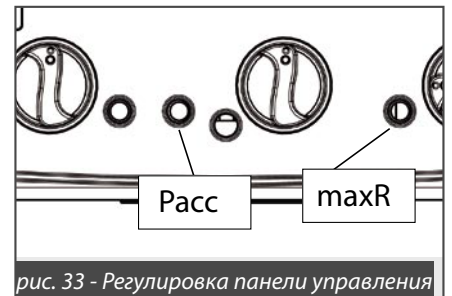

рис. 33 - Регулировка панели управления
- установить регулятор тепловой мощности **maxR** (рис. 33) в МАКСИМАЛЬНОЕ ПОЛОЖЕНИЕ, вращая потенциометр ПО ЧАСОВОЙ СТРЕЛКЕ;
- повернуть триммер **Pass** (рис. 33) в промежуточное положение и, после завершения работы режима тестирования/«трубочист» (пар. 3.2.8.1), проверить, что включение горелки происходит плавно и бесшумно: в противном случае, повысить или понизить мощность включения, действуя на триммер **Pass** (для повышения, вращать по часовой стрелке; для уменьшения, вращать против часовой стрелки);